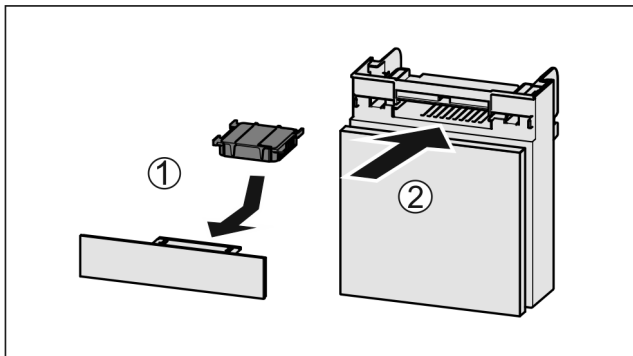

Fig. 114
- ▶ Wkładać Fig. 114 (1) filtr z węglem aktywowanym zgodnie z ilustracją.
- ▶ Wsunąć komorę Fig. 114 (2).